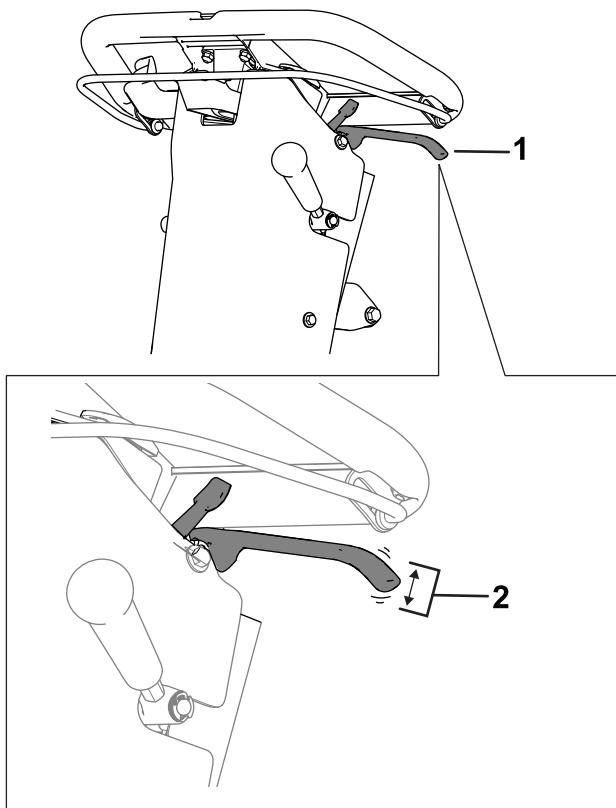

Figura 32
2. Mida la holgura en el extremo de la palanca del freno de estacionamiento (Figura 32).